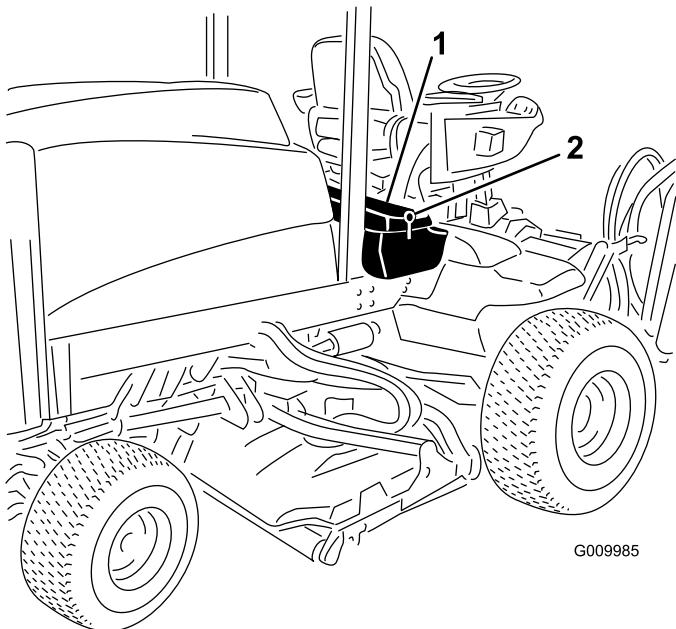

Figura 61
1. Uvolněte západku krytu pravého úložného boxu a kryt zvedněte (Figura 61).
1. Uvolněte západku krytu pravého úložného boxu a zvedněte kryt (Figura 61). Pod krytem se nachází blok pojistek (Figura 62).
3. Zavřete kryt pravého úložného boxu a zajistěte jej západkou (Figura 61).